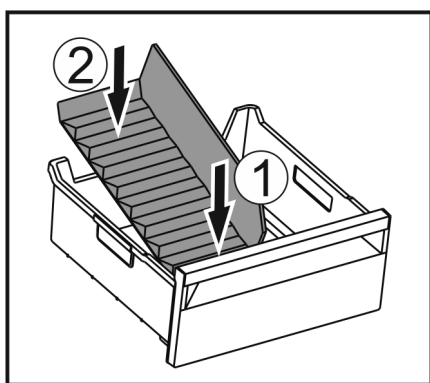

Fig. 168
- Vložte přední část přepážky přihrádky na led. Fig. 168 (1)
- Zadní část přepážky přihrádky na led spusťte až na dno zásuvky. Fig. 168 (2)